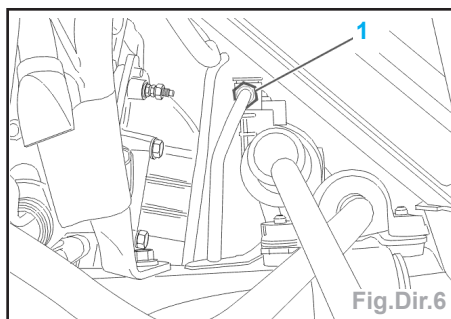

Fig.Dir.6
- Débrancher le raccord (1) afin de faciliter la mise en place de l'outil [1] (Fig.Dir.6).